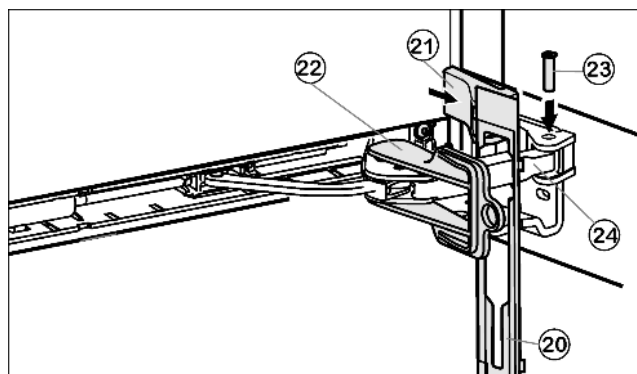

Fig. 16
- ▶ Afdekplaat *Fig. 16 (20)* op de demperbeugel inhangen zodat de sluihaken naar voren wijzen en de voorkant naar het apparaat.
- ▶ Demperbeugel *Fig. 16 (24)* naar het lagergedeelte toe trekken en de bout *Fig. 16 (23)* van boven insteken zodat het vierkant in de uitsparing zit.
- ▶ Afdekking *Fig. 16 (21)* plaatsen en vastklikken.
- ▶ Beveiliging *Fig. 16 (22)* draaien om te verwijderen.
- ▶ Afdekplaat *Fig. 16 (20)* aan de deur vast laten klikken.